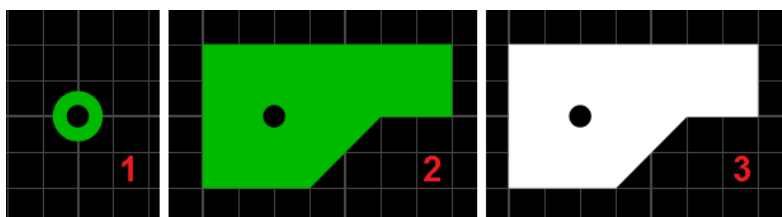

Рис. 34. Создание контакта произвольной формы
Формы контактных площадок не ограничиваются этим списком – их можно сделать любой формы (рис. 34). Для этого необходимо разместить обычный контакт (1), а вокруг него нарисовать площадку нужной формы (2).